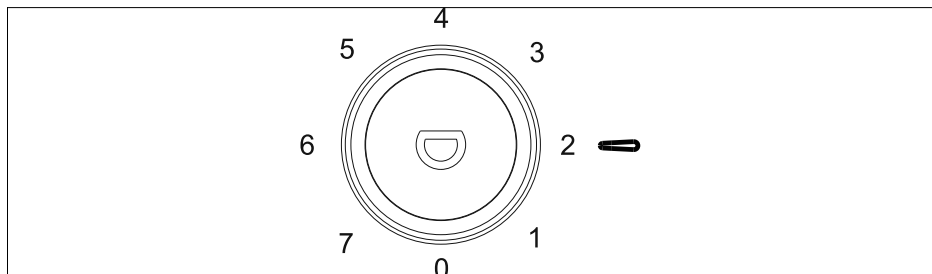

Fig. 20
Le thermostat (3) peut être réglé sur 8 positions (voir **Fig. 20**) :
- ▶ Pour mettre l'appareil hors tension, placez le thermostat (3) sur la position **0** et débranchez la fiche d'alimentation de la prise de courant.